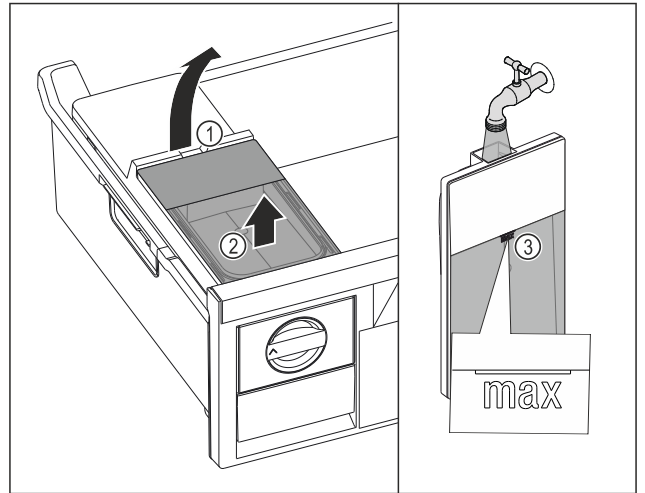

Fig. 76
- ▶ Elevar el depósito de agua por la entalladura Fig. 76 (1).
- ▶ Extraer el depósito de agua hacia arriba Fig. 76 (2)
- ▶ Llenar el depósito de agua con agua potable hasta la marca Fig. 76 (3).